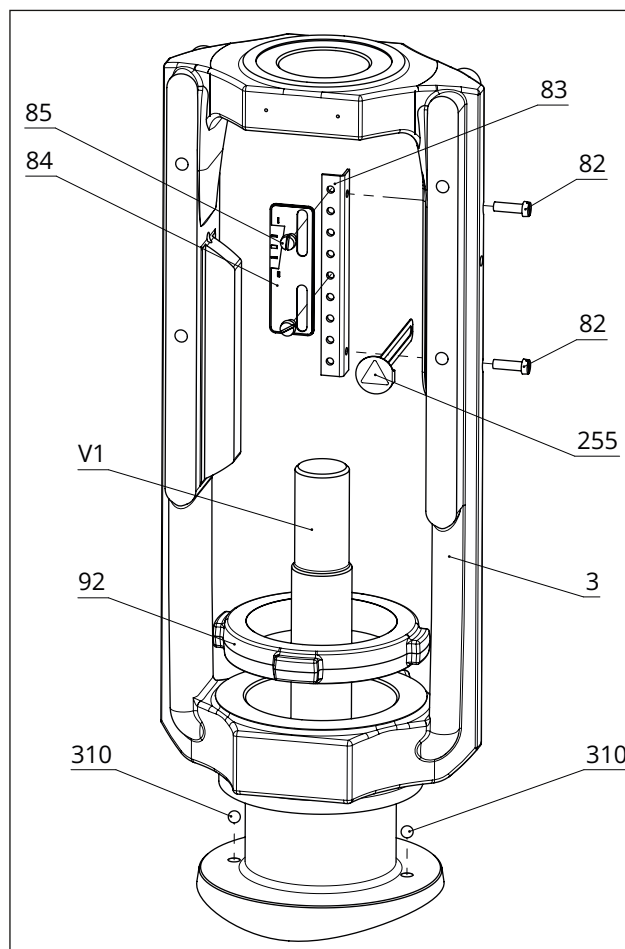
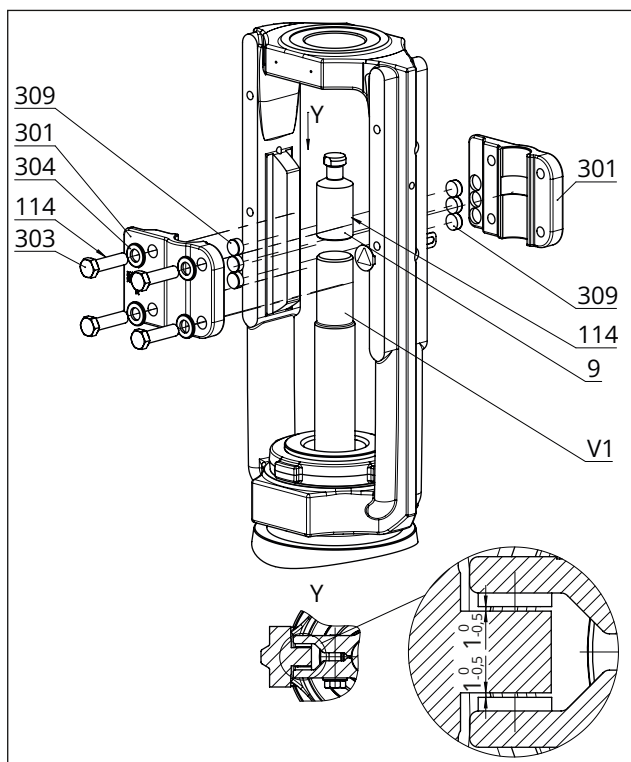

Рис. 22: Обзор монтажа узла «Рама с индикатором хода» в стандартном исполнении
Рис. 23: Обзор монтажа узла «Устройство защиты от проворачивания» в стандартном исполнении
См. Рис. 22 и Рис. 23
- Между скользящими шайбами и их опорными поверхностями на раме имеется номинальный зазор от 0,5 до 1 мм с каждой стороны (см. деталь Y на Рис. 23).